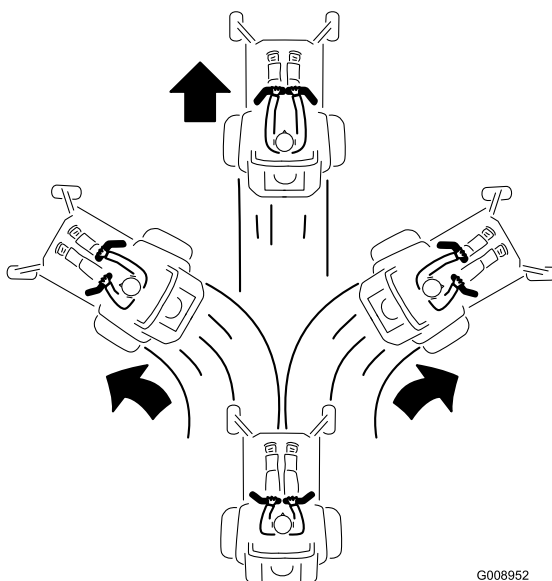

Figura 17
2. Para andar para a frente empurre as alavancas de controlo do movimento para a frente (**Figura 17**).
Para andar a direito, aplique pressão igual em ambas as alavancas de controlo do movimento (**Figura 17**).
Para rodar, liberte a pressão da alavanca de controlo de movimento virada para a direção para a qual quer virar (**Figura 17**).